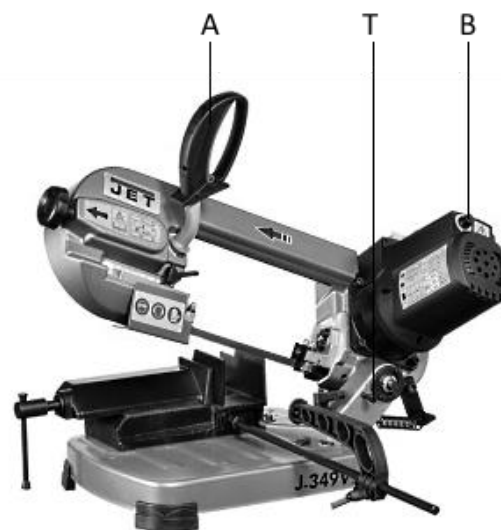

Рис.1
- Скорость выбирается в зависимости от материала заготовки (В, рис.1)
- Запустите движение полотна при помощи нажатия на переключатель, расположенный на ручке (А, рис.1)
Не надо сильно давить на пилу. Ручку пилы нажимать так, чтобы не перенапрягать ленту пилы. Перед пуском пилы в эксплуатацию необходимо освободить транспортировочный стопор (Т, рис.1). Перед транспортировкой станка необходимо установить стопор. Установка угла пиления